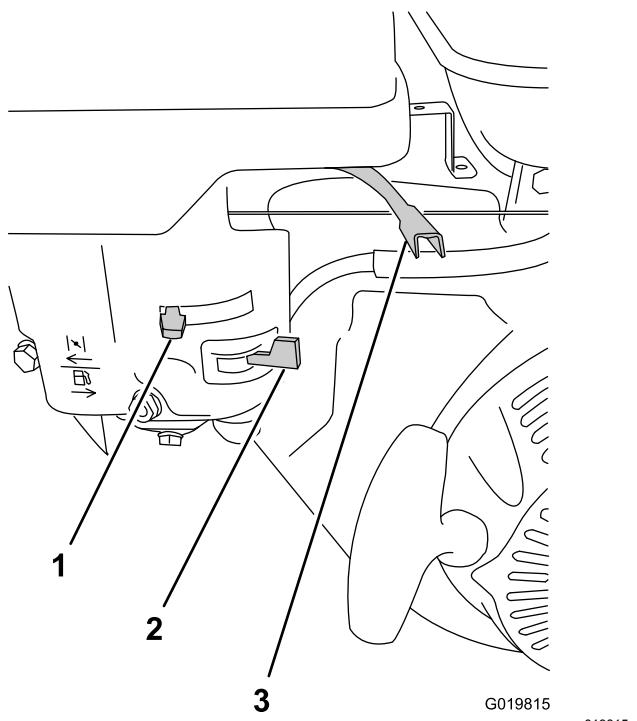

Figure 13
2. Tournez le robinet d'arrivée de carburant complètement à droite en position OUVERTE (Figure 13).
3. Réglez la commande de starter à la position EN SERVICE (Figure 13).
1. Placez la commande d'accélérateur à la position MIN (Figure 13).